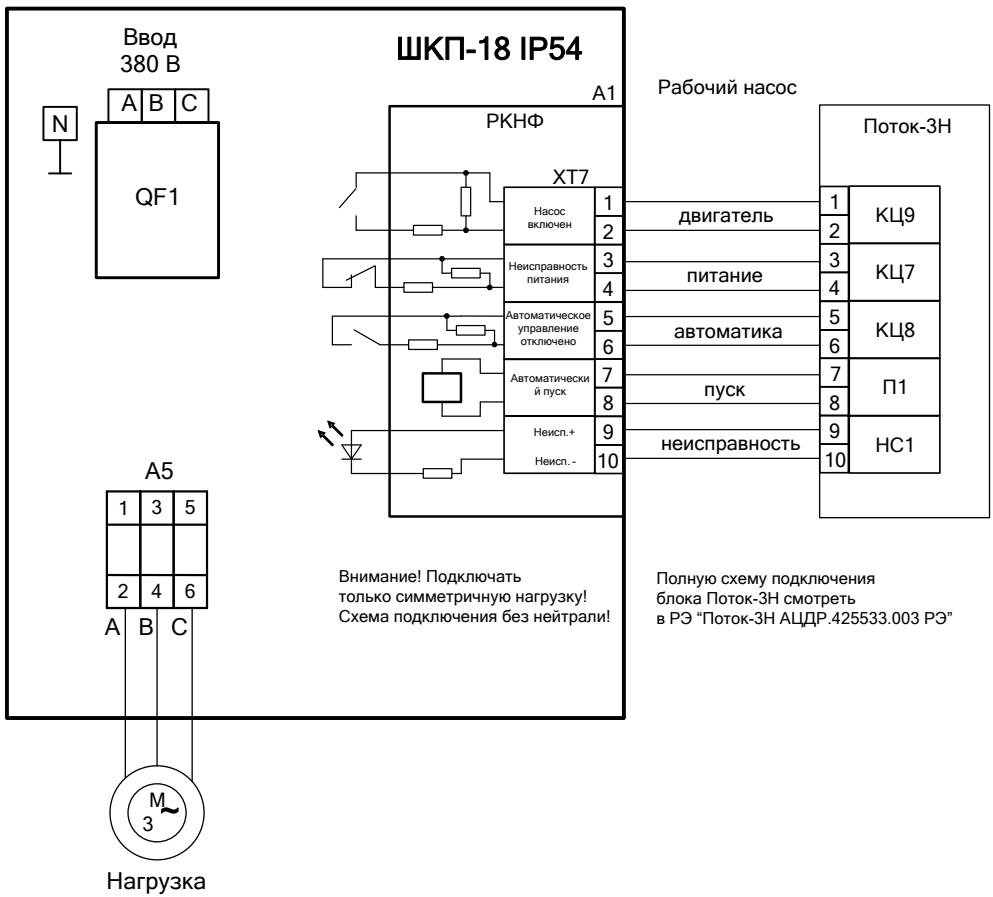

Рисунок 3. Схема электрическая подключения шкафа при эксплуатации
- 3) подключить к шкафу провода питающего сетевого напряжения, цепей нагрузки и контроля состояния согласно схеме электрической рис. 3,4;
- Максимально допустимое отклонение напряжения выставляется потенциометром 2 (см. рис. 3). $\Delta U_{\text{ном}}$ определяет одновременно верхний и нижний пороги срабатывания. Таким образом, входное напряжение будет считаться допустимым в диапазоне от $(220 - \Delta U_{\text{ном}})$ В до $(220 + \Delta U_{\text{ном}})$ В. $\Delta U_{\text{ном}}$ может принимать значения от 0 В (крайнее левое положение потенциометра) до 80 В (крайнее правое положение потенциометра).
- Время интегрирования неисправности (время задержки срабатывания) выставляется регулятором 3 (см. рис. 3). t_c определяет время накопления неисправности (восстановления) и может принимать значения от 0 с (крайнее левое положение потенциометра) до 16 с (крайнее правое положение потенциометра).